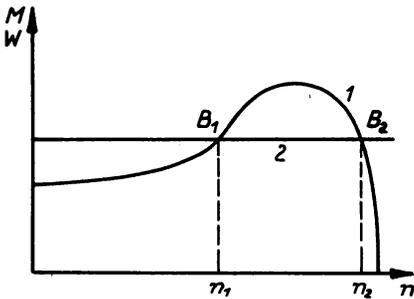

Bild 13
6. In Bild 13 stellt die Kurve 1 die Drehmomentenlinie eines Asynchronmotors dar, der eine Arbeitsmaschine, deren Widerstandsmoment konstant ist (Kurve 2) antreibt. Bei welchem der beiden Betriebspunkte  $B_1$  und  $B_2$  ist stabiler Betrieb vorhanden? Wie würde sich eine geringe Drehzahlerhöhung, wie eine geringe Drehzahlverminderung beim labilen Betriebspunkt auswirken?